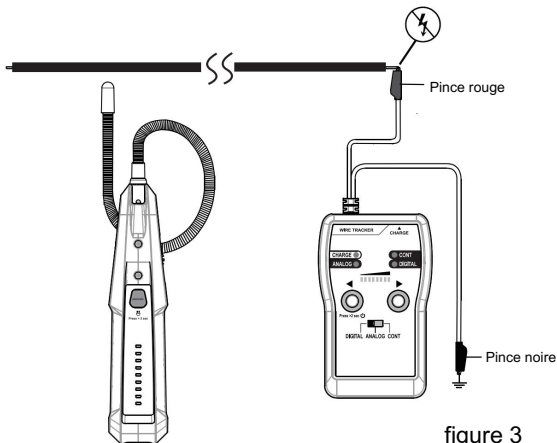

figure 3
1. Comme le montre la figure 3, connectez la pince crocodile rouge de l'émetteur au fil à tracer et la pince crocodile noire au sol (par exemple en utilisant l'accessoire clou de mise à la terre).